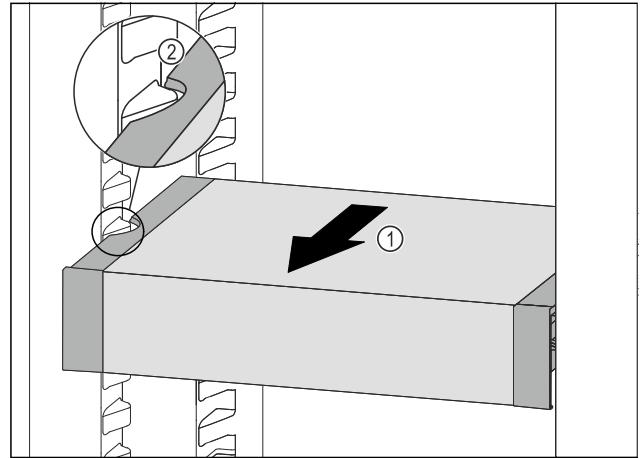

Fig. 115
- Tirer le VarioSafe vers l'avant *Fig. 115 (1)* jusqu'à ce que les encoches latérales du VarioSafe se trouvent au niveau de la nervure du bac dans la partie réfrigérateur.
- *Fig. 115 (2)*